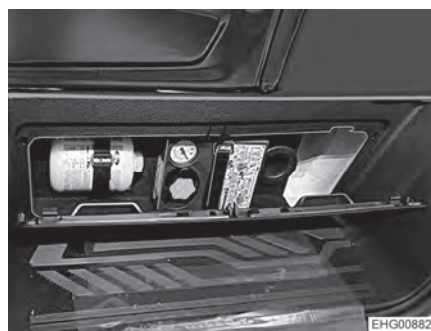

Bild 126 Fordonsverktyg (Basfordon Ford)
- ▷ För Ford-baserade fordon finns fordonsverktygen i ingångsområdet vid passagerarstolen (Bild 126).